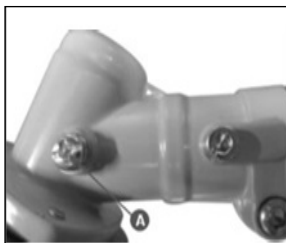

Рис. 29
Через 20 часов работы, но не реже одного раза в сезон, необходимо проверять и добавлять смазку в редуктор. Для обслуживания редуктора и вала штанги рекомендуется использовать смазку редукторная универсальная VILLARTEC GL-1. Необходимо открутить болт (A) (рис. 29) и добавить смазку (примерно 5-10 см³).